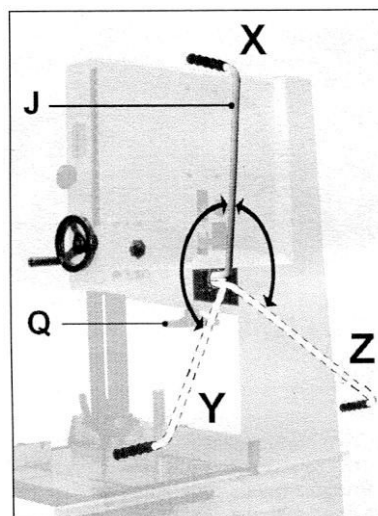

Рис. 10
Приведите рычаг (ручку) (рис. 10, J) в положение натяжения (X)